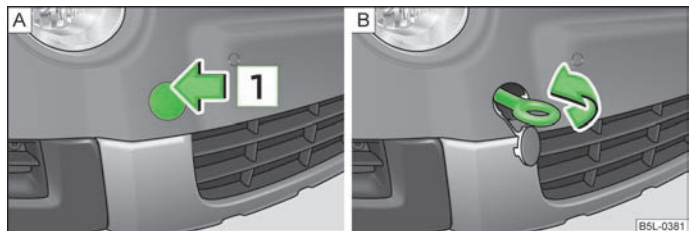

Fig. 165 Paragolpes delantero: Desmontaje de la caperuza protectora/montaje de la argolla de remolque
- Presionar la mitad superior de la cubierta en la dirección de la flecha **1** » fig. 165 - **A**.
- Atornillar la argolla de remolque hacia la izquierda hasta el tope » fig. 165 - **B**, y tirar de ella lo más firmemente posible. Para fijar la argolla recomendamos utilizar p. ej. la llave para rueda, la argolla de remolque de otro vehículo u otro objeto parecido que se pueda pasar por la argolla.